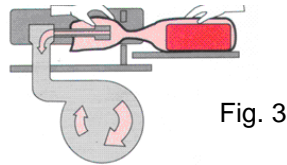

Fig. 3
- Placez le sac contenant le produit sur le plateau spécial de la machine, et passez la partie ouverte du sac sur le tube d'embossage (voir Fig. 3).